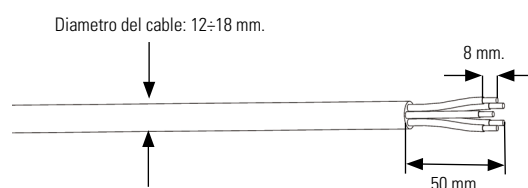

Fig. 37. Pelado de cable AC.
3. Retirar el manguito de aislamiento de la manguera de AC unos 50 mm. y retirar el aislante del extremo de los cables L1, L2, L3/PE/N unos 8 mm., tal y como se muestra en la Fig. 37.